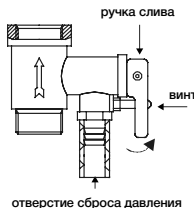

Рис. 5
- открутить винт обратного предохранительного клапана и перевести ручку в горизонтальное положение, из отверстия предохранительного клапана должна потечь вода (см. рис. 5).